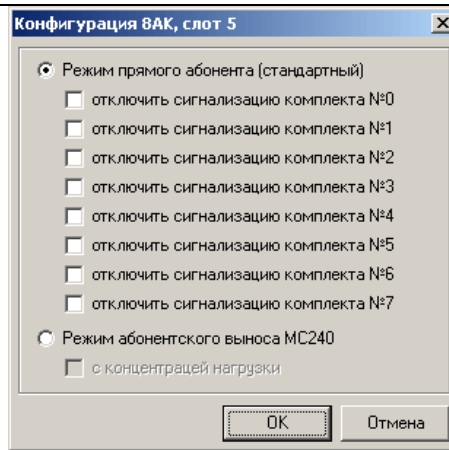

Рисунок 7
- щелкнуть правой кнопкой мыши на изображении нужной платы периферии и выбрать из контекстного меню пункт «конфигурация платы», после чего появится окно конфигурации (рис. 7);